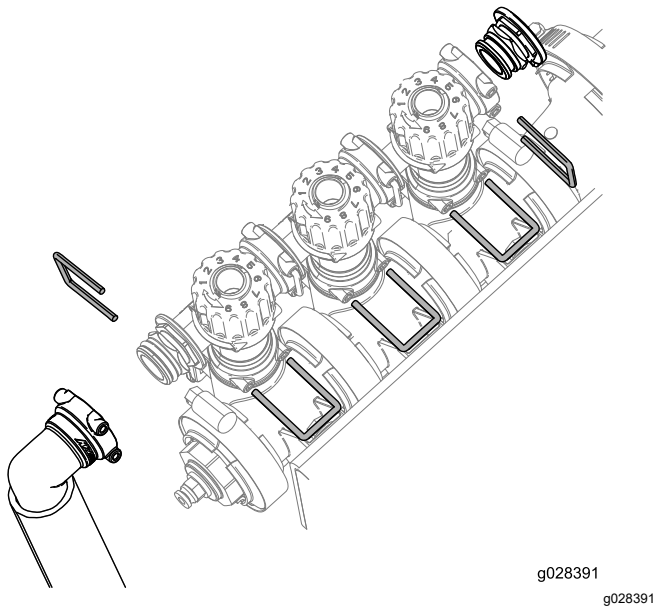

Figure 14
- 3. Déposez les dispositifs de fixation du bloc de vannes de dérivation de rampe, le bouchon d'extrémité et l'ensemble raccord et flexible, comme montré à la Figure 14.